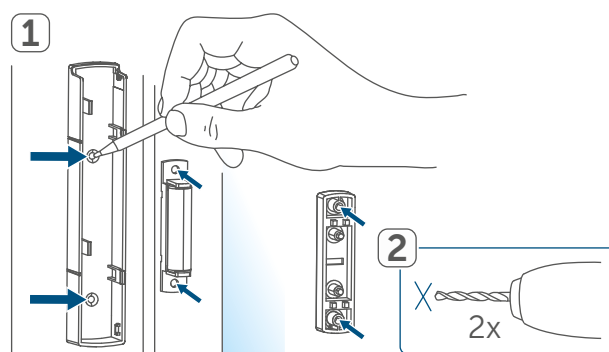

Figura 9
- Sganciare il supporto (A) dal gruppo elettronico (B), spingendolo verso il basso e rimuoverlo tirando indietro (→v. figura).
- Inserire due nuove batterie LR03/Micro/AAA da 1,5 V rispettando i contrassegni della polarità riportati nel vano batterie (F) (v. figura 9).